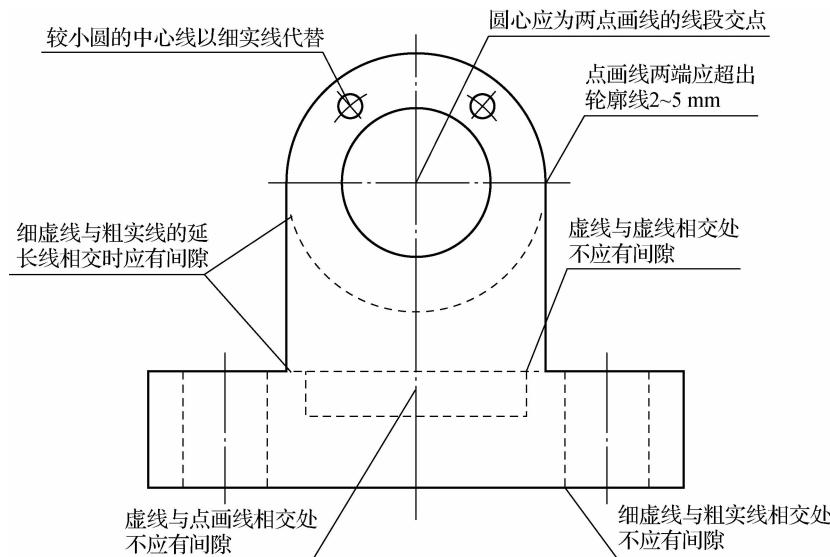

图 1-1-10 图线相交的画法
(1) 同一图样中,同类图线的宽度应基本一致。虚线、点画线及双点画线的线段长度和间隔应各自大致相等。
(2) 两条平行线(包括剖面线)之间的距离不应小于粗实线宽度的两倍,其最小距离不得小于 0.7 mm。
(3) 绘制圆的对称中心线时,圆心应为长画的交点。点画线和双点画线的首末两端应是长画而不是点。建议中心线超出轮廓线 2~5 mm。
(4) 在较小的图形上画点画线或双点画线有困难时,可用细实线代替。
(5) 点画线、虚线与粗实线相交以及点画线、虚线彼此相交时,均应交于点画线或虚线的线段处,如图 1-1-10 所示。